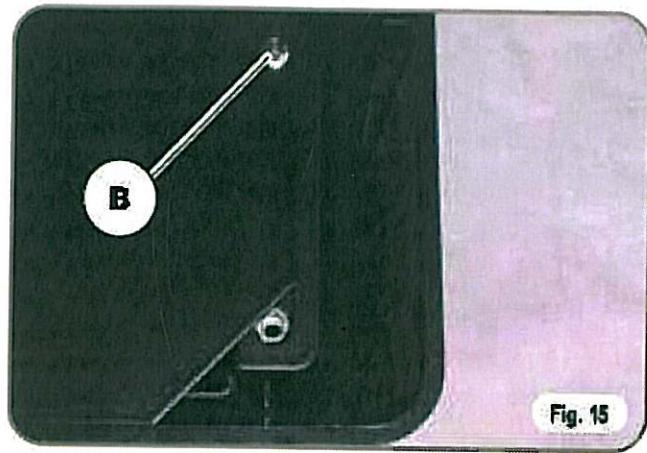

Fig. 15
- Fig.15에 그림과 같이 상판에 B쪽에 +자 나사를 풀려 압력을 물받이 커버판을 분해 한다.